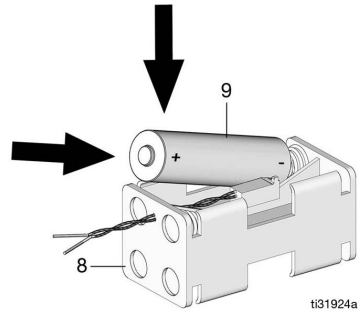

图 11
3. 将四节 AA 电池从电池座 (8) 中全部取出。将电池丢弃到已获批准的电池处置容器中。
4. 在电池座 (8) 中安装四节 AA 碱性电池 (9)，如图 11。确保电池在电池座中平放。